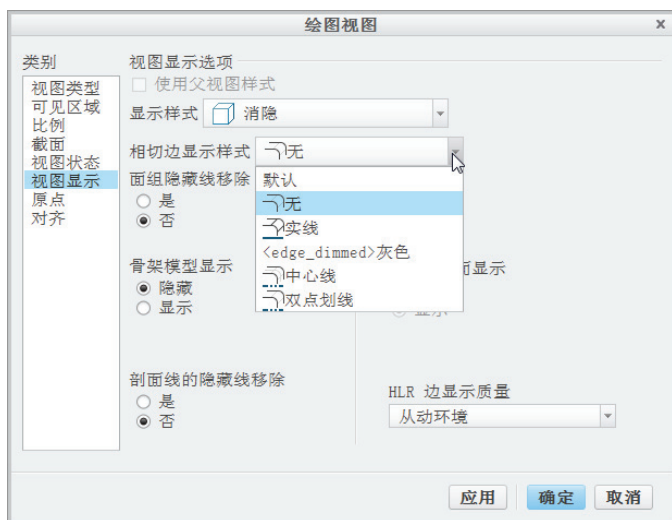

图 11-101 设置视图显示选项
4) 切换到“视图显示”类别选项，从“显示样式”下拉列表框中选择“消隐”选项，从“相切边显示样式”下拉列表框中选择“无”选项，如图 11-101 所示，然后单击“应用”按钮。